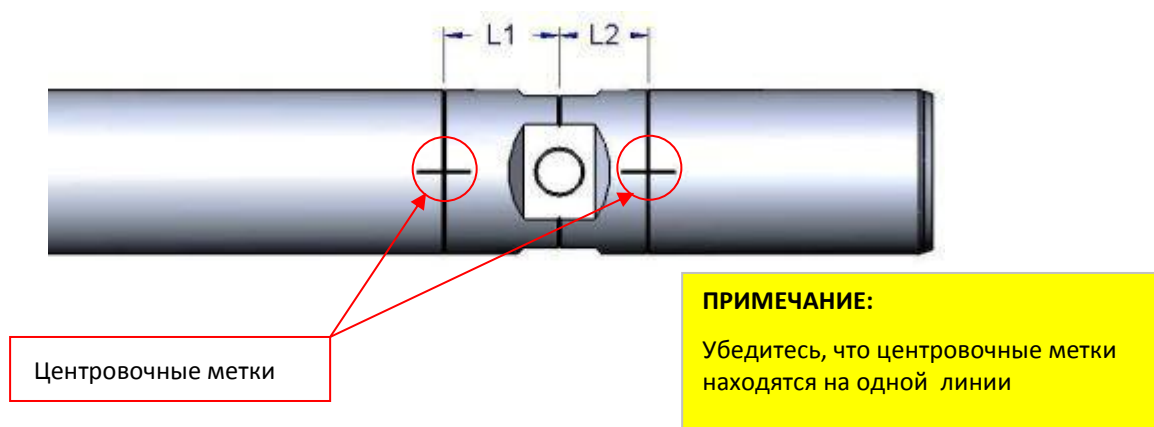

Рисунок 13-1: Центровочные метки на вставляемых компонентах зонда
1) Проверьте наличие центровочных меток на зонде, как показано на Рисунок 13-1